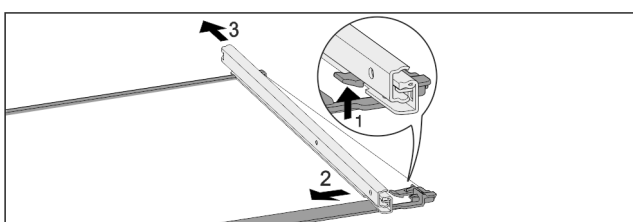

Fig. 120 Placa de vidrio con guías
- ▶ Presione hacia arriba el gancho de retención delantero. Fig. 120 (1)
- ▶ Retire la guía extraíble hacia un lado Fig. 120 (2) y hacia atrás Fig. 120 (3).